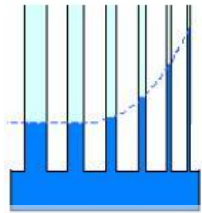

Fig. 10 : capillarité
- **sous forme liquide**, en fonction de la porosité des matériaux, elle peut être absorbée (effet de mèche) puis transportée vers des parties plus sèches ou moins exposées : c'est le phénomène de **capillarité** (fig 10). L'image de la goutte de café se diffusant dans un carré de sucre illustre bien cette propriété physique.